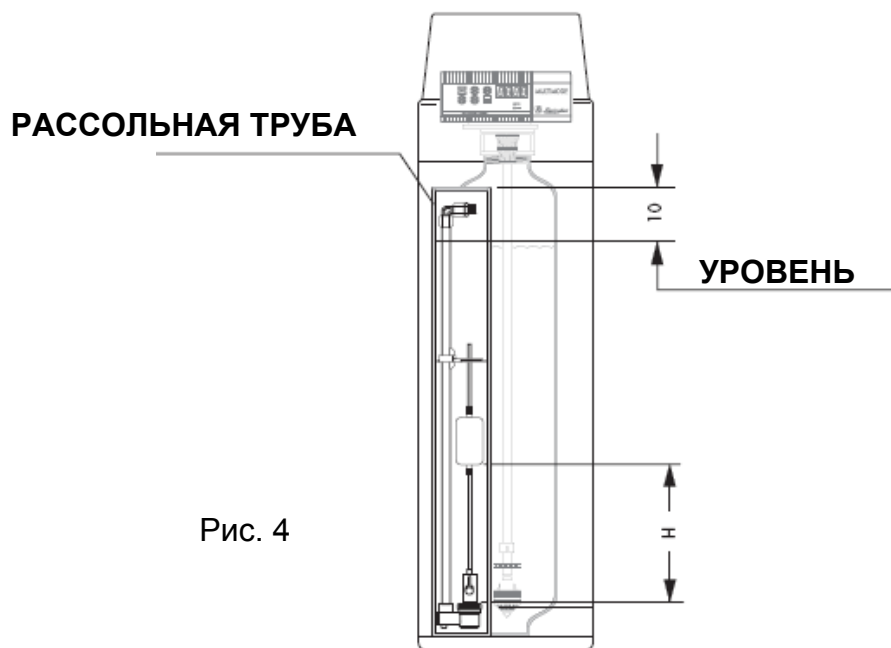

Рис. 4
- a) Заполните контейнер солью, не доходя 10 мм до края рассольной трубы (Рис. 4).